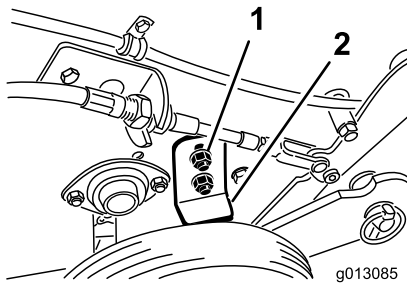

Figura 14
2. Afloje las tuercas que sujetan el tope de la rueda del lado derecho de la máquina (Figura 14).